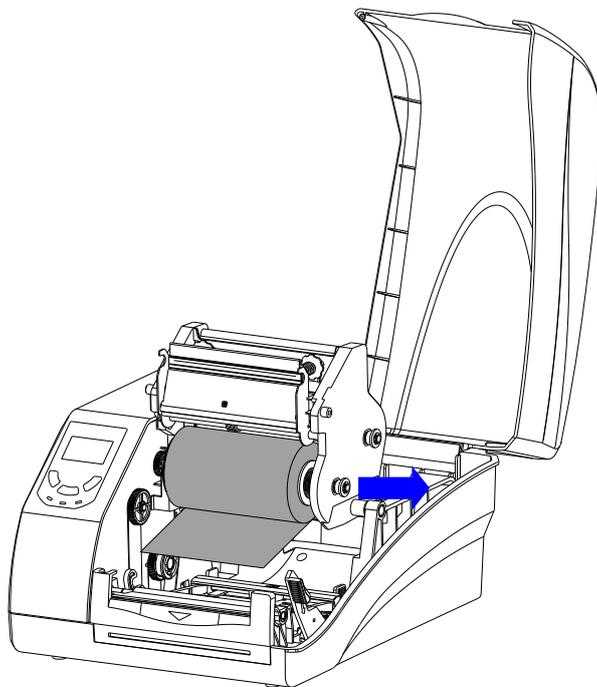

图 2-7 安装碳带卷
4. 向外拉起碳带供应端的碳带释放钮，将装好碳带适配管的碳带卷卡入碳带供应端，确保碳带供应端左压盘上的两个长条形凸起卡入碳带适配管左侧的两个卡口中。如图 2-7 所示。